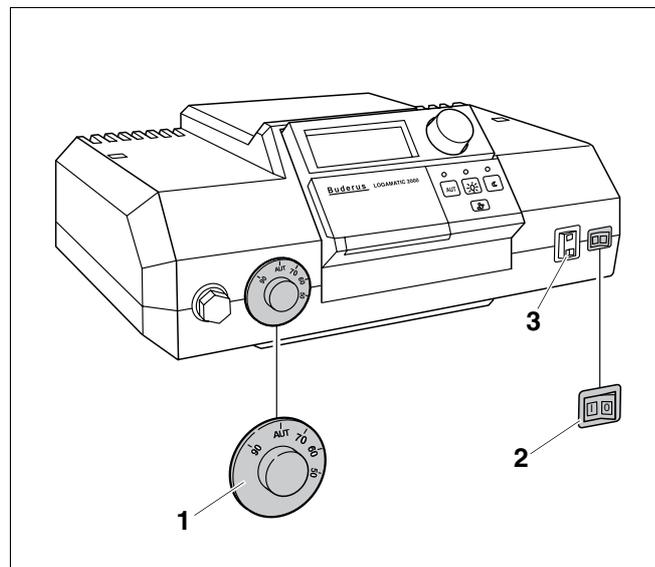
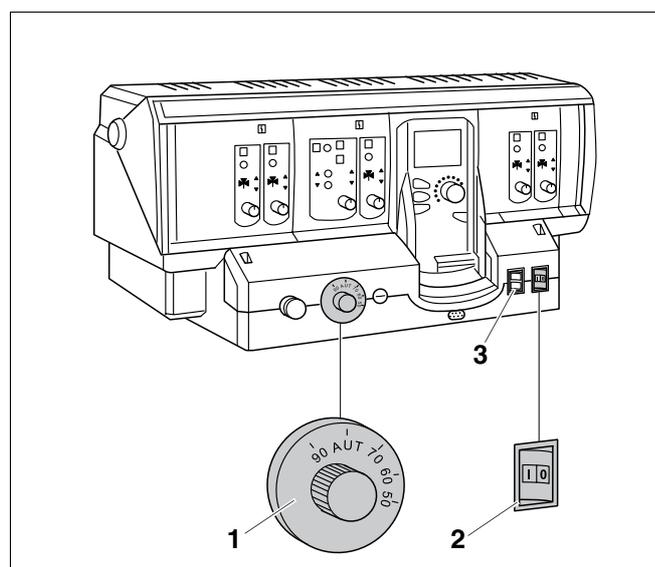

Рис. 3 Система управления (здесь: Logamatic 2107)
Рис. 4 Система управления (здесь: Logamatic 4211)
Включите отопительный котел на системе управления рис. 3 и рис. 4. При включении системы управления запустите горелку в автоматическом режиме. Затем горелка может стартовать от системы управления. Дальнейшую информацию по этому вопросу Вы найдете в соответствующей инструкции по эксплуатации системы управления.
- Установите пусковой выключатель (рис. 3, **поз. 2** ирис. 4, **поз. 2**) в положение "I" (ВКЛ.).
- Установите регулятор температуры котловой воды (рис. 3, **поз. 1** и рис. 4, **поз. 1**) в положение "AUT". При работе в режиме поддержания постоянной температуры установите нужную температуру (минимум 65 °C).
- Установите пусковой выключатель (рис. 3, поз. 2 и рис. 4, поз. 2, стр. 9) в положение "0" (ВЫКЛ.)